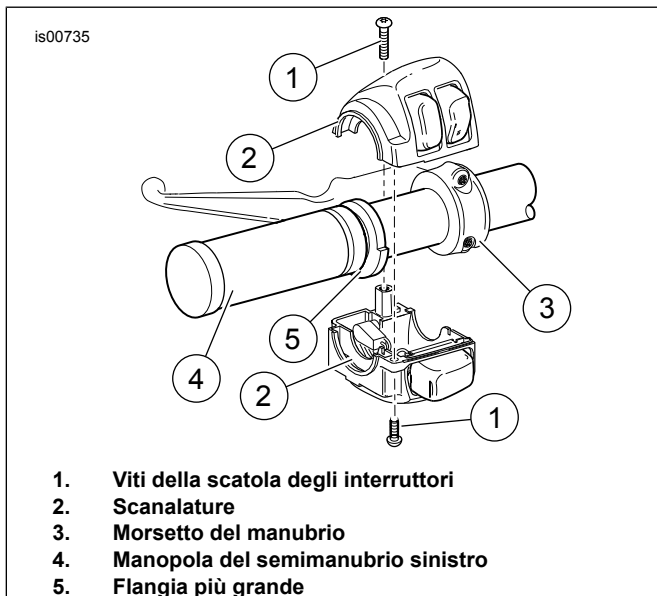

Figura 1. Scatola degli interruttori del semimanubrio sinistro
1. Vedere Figura 1 Togliere le due viti con rondelle piatte che fissano il morsetto del manubrio (3) alla staffa della leva della frizione. Staccare il morsetto e allontanare il gruppo della leva della frizione dal manubrio.
2. Allentare ma non rimuovere le viti delle scatole inferiore e superiore degli interruttori (1).